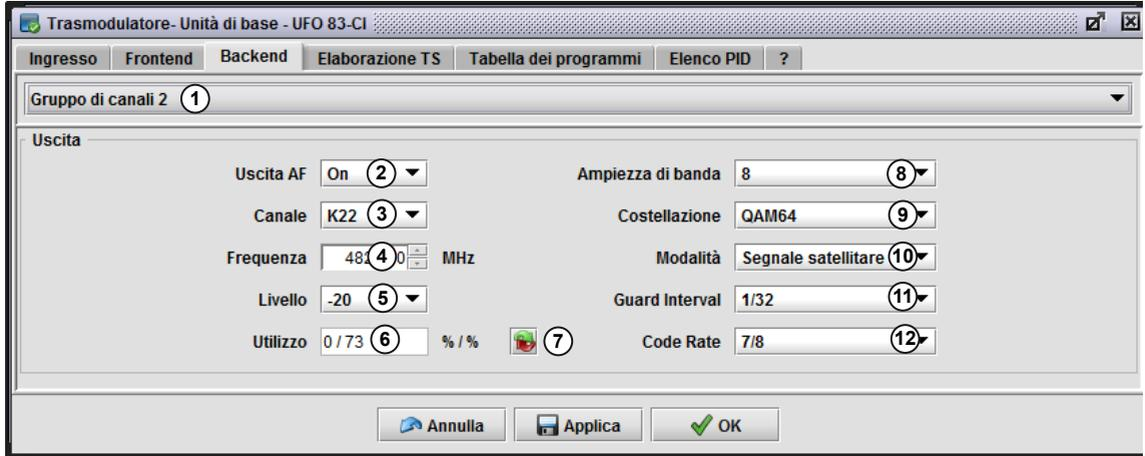

Fig. 32: Scheda **Backend** nella finestra di modifica del trasmodulatore
- ① – ⑤ Vedere Fig. 32.
- ⑥ Vedere ⑨ in Fig. 32.
- ⑦ Vedere ⑩ in Fig. 32.
- ⑧ Symbolrate del canale d'uscita
- ⑨ Vedere ⑥ in Fig. 32.
- ⑩ Vedere ⑦ in Fig. 32.